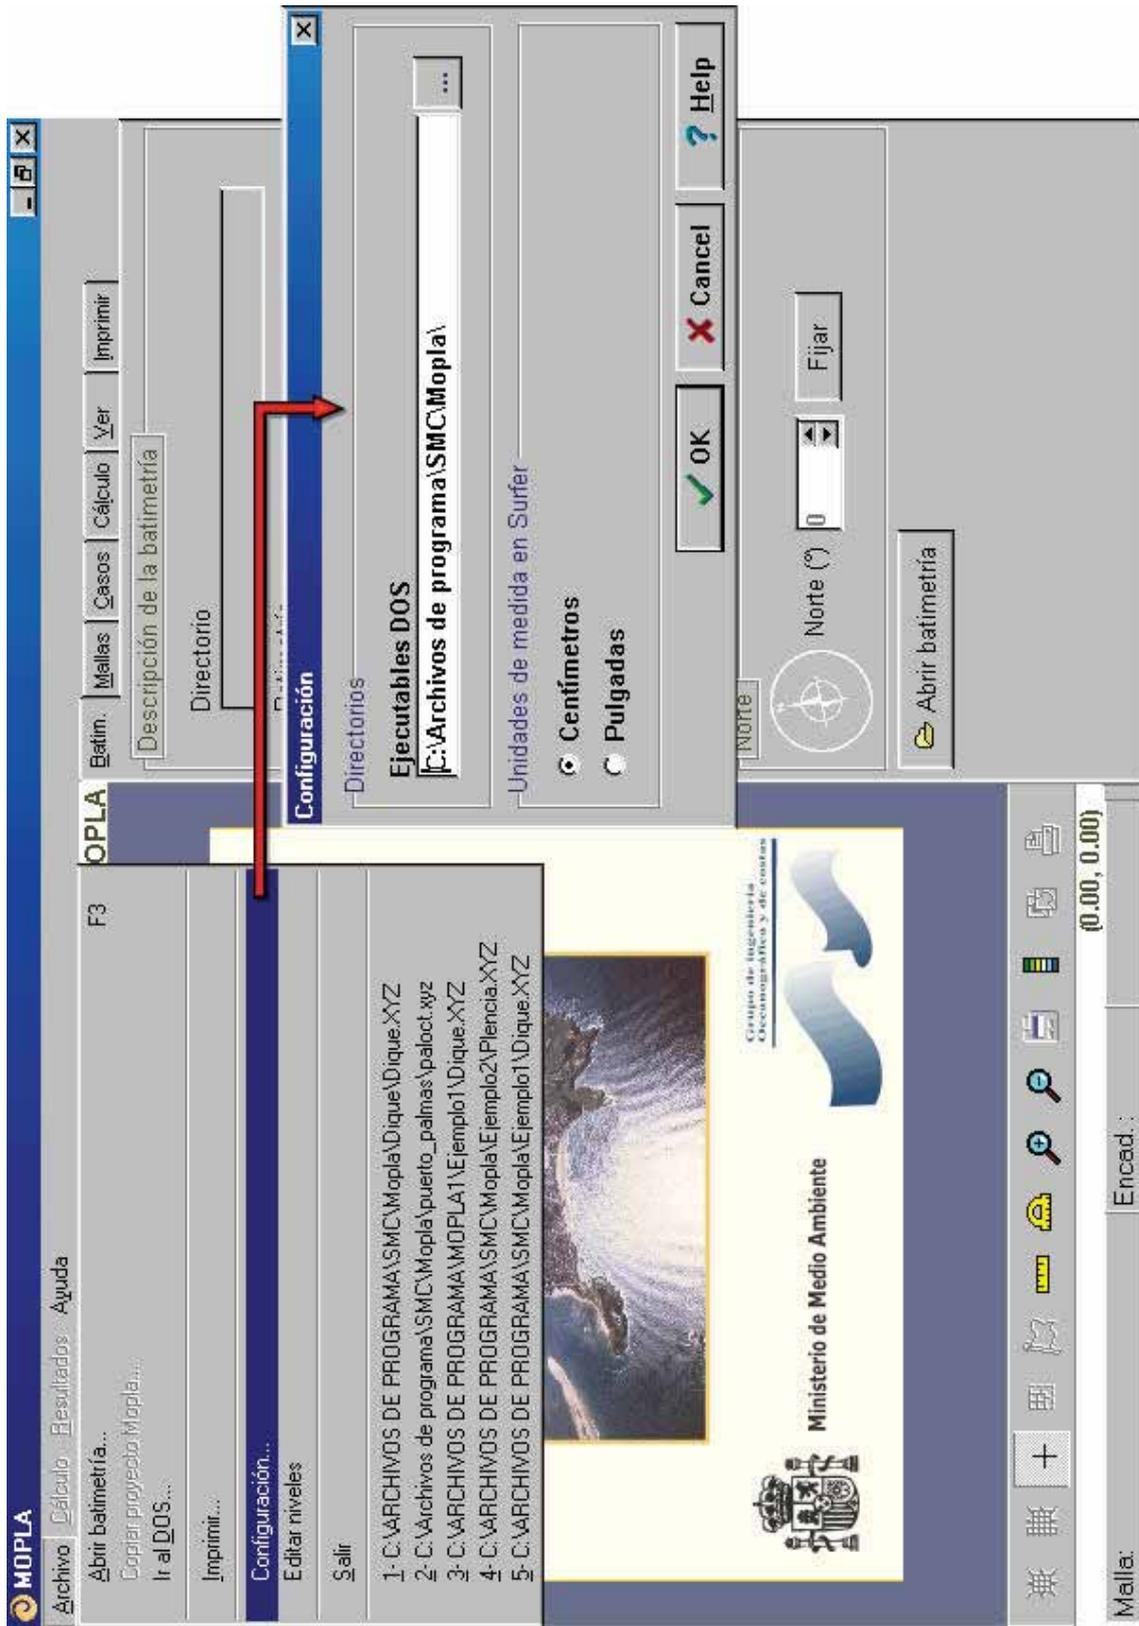

Figura III.3. Diálogo de Configuración. (Menú de Archivo)
- **Directorios de trabajo:** aquí se establece el directorio donde el programa busca los ejecutables de la aplicación (ver figura III.3). Para cambiarlo hay que pulsar los botones con tres puntos que aparecen a la derecha. Al hacerlo saldrá un diálogo con un árbol de directorios donde se puede seleccionar el deseado.